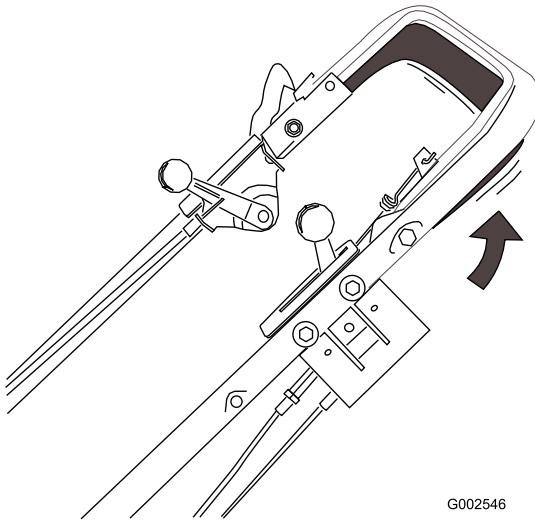

**Figura 13**
2. Premete la barra di comando della lama contro la stegola e tenetela in questa posizione (Figura 13).